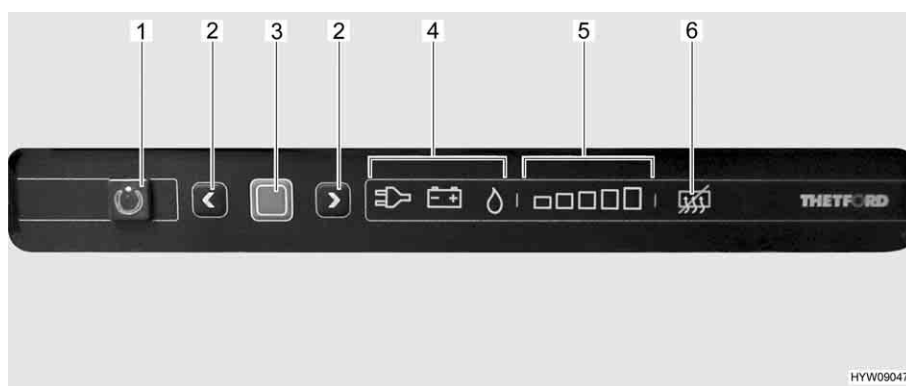

Fig. 65 Elementi di comando del frigorifero
La modalità di funzionamento attuale è indicata da un simbolo luminoso (Fig. 65,4) sulla centralina di controllo.
Dopo l'accensione il frigorifero seleziona automaticamente la regolazione del termostato selezionata per ultimo. Questa impostazione può essere modificata manualmente con i tasti freccia (Fig. 65,2). Le barre luminose dell'indicatore del livello di refrigerazione (Fig. 65,5) visualizzano la temperatura selezionata sul termostato. Con i tasti freccia viene regolata la temperatura di refrigerazione per tutti i tre tipi di energia. Ci vogliono alcune ore prima che il frigorifero raggiunga la temperatura normale di esercizio. Cambiando la modalità di funzionamento la regolazione del termostato non viene modificata. La temperatura di refrigerazione è indipendente dal tipo di energia utilizzata.
- Premere il tasto On/Off (Fig. 65,1) per 1 secondo. Il tasto (Fig. 65,1) si illumina di verde. Dopo circa 10 secondi, l'indicatore viene attenuato per risparmiare energia.
- Premere il tasto di conferma (Fig. 65,3). L'impostazione attuale della modalità di funzionamento viene visualizzata.
- Se non è impostata la modalità di funzionamento a gas: Per modificare l'impostazione, premere il tasto di conferma (Fig. 65,3) per circa 2 secondi.
- Selezionare la modalità di funzionamento a gas con i tasti freccia (Fig. 65,2). L'alimentazione del gas è ora aperta. L'accensione avviene automaticamente. È udibile un ticchettio fino a quando procedura di accensione non è stata portata a termine.
- Premere il tasto di conferma (Fig. 65,3) per circa 2 secondi.
- Premere nuovamente il tasto di conferma (Fig. 65,3). Il livello di refrigerazione attuale viene indicato dalle barre luminose (Fig. 65,5).
- Per modificare l'impostazione, premere i tasti freccia (Fig. 65,2) fino a visualizzare l'impostazione desiderata.
- Premere il tasto On/Off (Fig. 65,1) per circa 2 secondi. Tutte le spie si spengono. Il frigorifero è spento.
- Se non è impostata la modalità di funzionamento 230 V: Per modificare l'impostazione, premere il tasto di conferma (Fig. 65,3) per circa 2 secondi.
- Selezionare la modalità di funzionamento 230 V con i tasti freccia (Fig. 65,2).
- Se non è impostata la modalità di funzionamento 12 V: Per modificare l'impostazione, premere il tasto di conferma (Fig. 65,3) per circa 2 secondi.
- Selezionare la modalità di funzionamento 12 V con i tasti freccia (Fig. 65,2).
- Premere contemporaneamente entrambi i tasti freccia (Fig. 65,2) e tenerli premuti per 2 secondi. Il simbolo di disattivazione della funzione anti-condensa (Fig. 65,6) si illumina.
- Premere di nuovo contemporaneamente entrambi i tasti freccia (Fig. 65,2) e tenerli premuti per 2 secondi. Il simbolo di disattivazione della funzione anti-condensa (Fig. 65,6) si spegne.